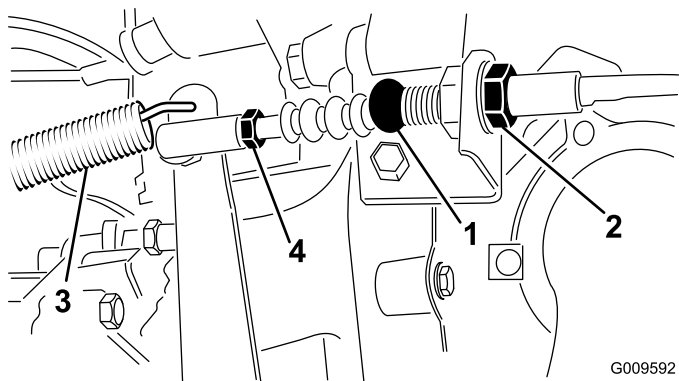

Figura 59
1. Alivie as porcas de retenção que fixam o cabo ao suporte no cárter do volante (Figura 59).